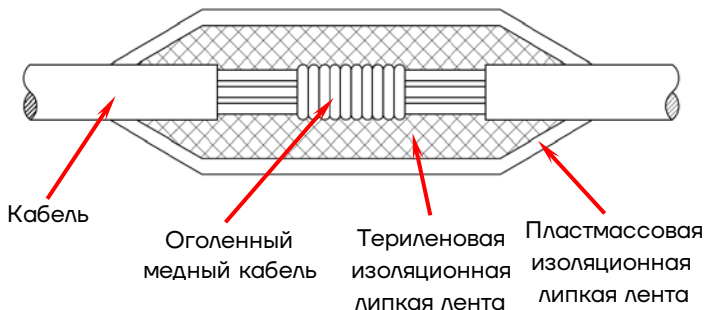

Рис. 9. Изоляция электрокабеля
- 5) Как указано на рис. 9, следует обмотать соединители териленовой изоляционной липкой лентой и убедиться, что она прижимает половину первого круга, (это метод изоляции полуступами). Обмотать 8 – 12 раз. После обертывания, обмотать дважды пластмассовой липкой лентой для надежной защиты.